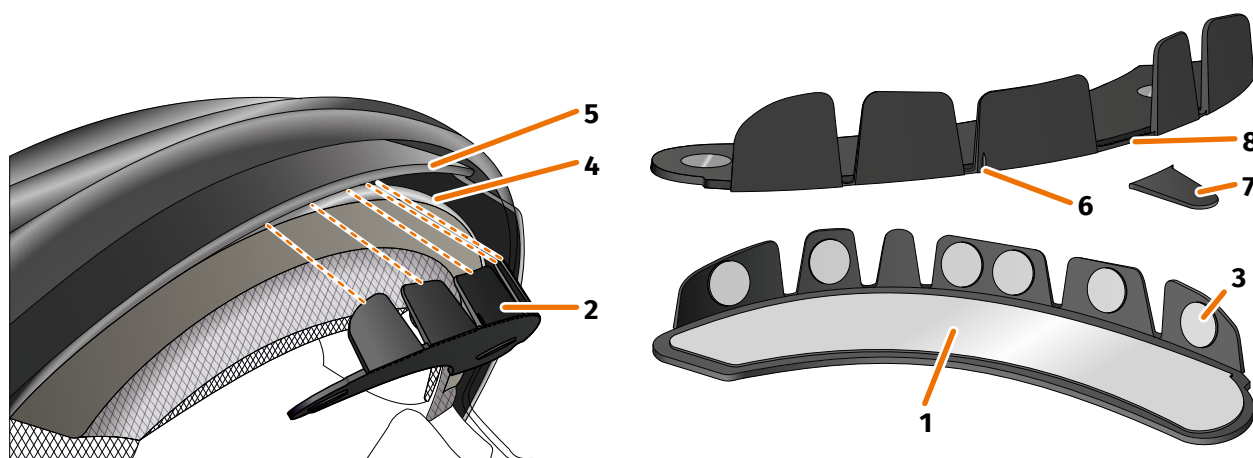

FIGURA 10 // Colar o adaptador de capacete com presilhas
1. Aplique a pastilha adesiva grande (FIGURA 10/1) do lado do adaptador de capacete (FIGURA 10/2), no qual são visíveis os ímanes.
2. Aplique as pastilhas adesivas pequenas (FIGURA 10/3) nas faces interiores das presilhas.
3. Coloque o adaptador de capacete (FIGURA 10/2) na parte frontal do capacete entre a concha interior (FIGURA 10/4) e a viseira (FIGURA 10/5). Na parte da frente do adaptador de capacete encontra-se uma marcação (FIGURA 10/6), que deve estar numa linha imaginária entre o centro do capacete e o centro do seu rosto. Assegure-se de que o adaptador de capacete não colide com a viseira.
Se verificar que algumas presilhas colidem com o material do capacete, pode simplesmente quebrar até três presilhas (FIGURA 10/7, a título de exemplo). O adaptador de capacete encontra-se perfurado no canto inferior das presilhas (FIGURA 10/8), para facilitar a quebra.